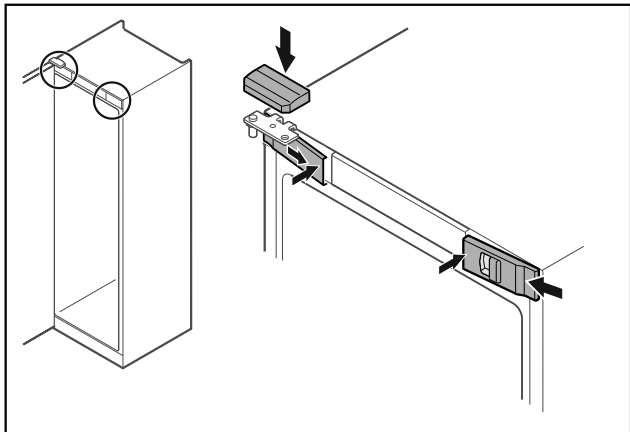

Fig. 51
- ▶ Закачете предните капаци Fig. 51 (1) от страни и фиксирайте навътре.
- ▶ Фиксирайте горния капак Fig. 51 (2) отгоре.